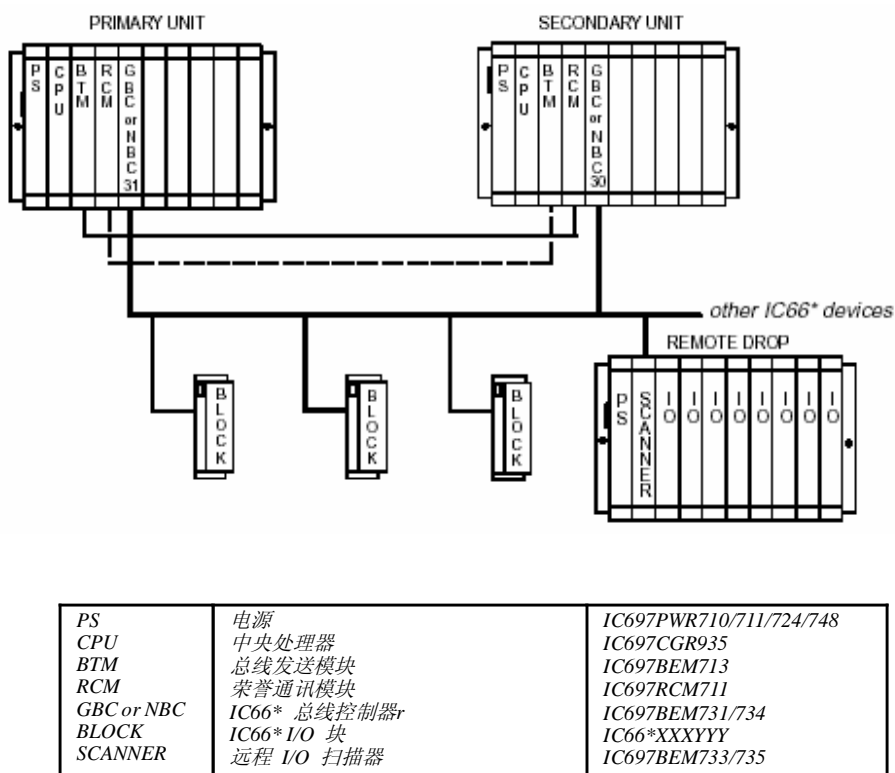

图1. 典型热备用 CPU 冗余系统配置
CGR935作为CPU冗余系统的控制器使用。两种冗余控制方法可通过CGR935配置。GHS方法（IC660/661热备用）使用多路单一总线IC660/661I/O网络和每个同步PLC的冗余控制器。GBD方法（IC660/661二重总线）使用多路单一总线IC660/661I/O网络和单一或双重总线在每个同步PLC，由免撞开关触发每个单元的性能。CGR935模块在典型热备用CPU冗余系统的位置如图1所示。
- 模块安装在机架0的1槽。(见图1)
并行对接（只有基于MS-DOS程序设计器）程序设计器连接到总线发送器模块（IC698BEM713）顶端通道上，如图1所示。